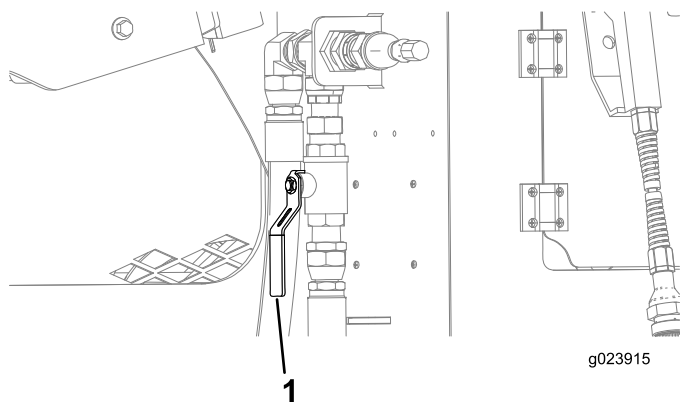

Figura 161
B. Abra la válvula situada cerca del compartimiento trasero (Figura 161).